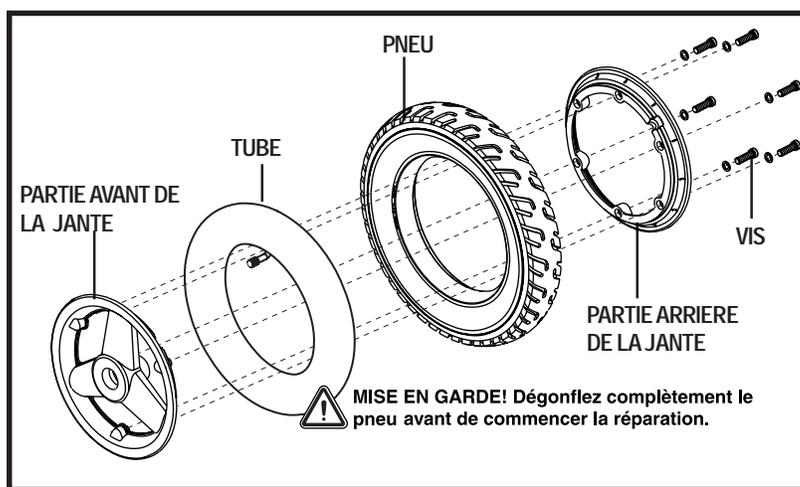

Figure 25. Roue motrice Vogue en pièces
6. Retirez les vis qui retiennent les deux parties de la jante ensemble. Voir la figure 25.